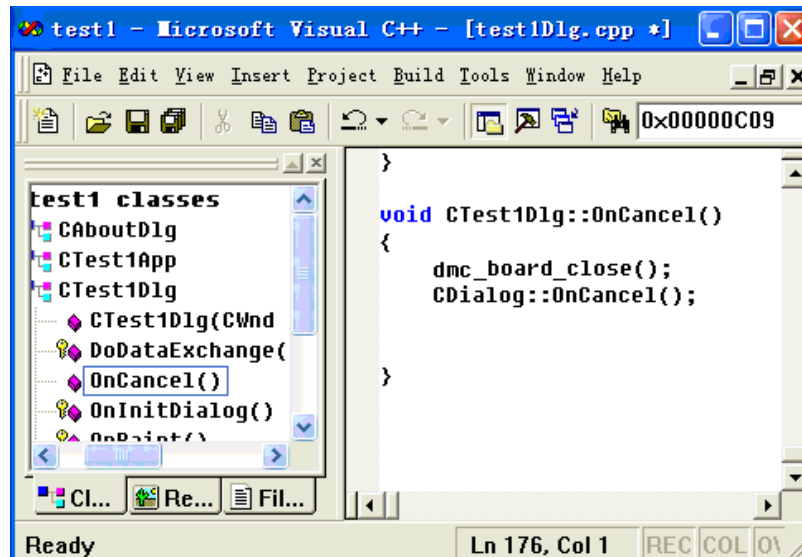

图 6.10 程序增加 OnCancel 函数
12) 如图 6.10 所示，在 Ctest1Dlg 中添加一个成员函数 OnCancel，在 OnCancel 函数中添加代码如下：